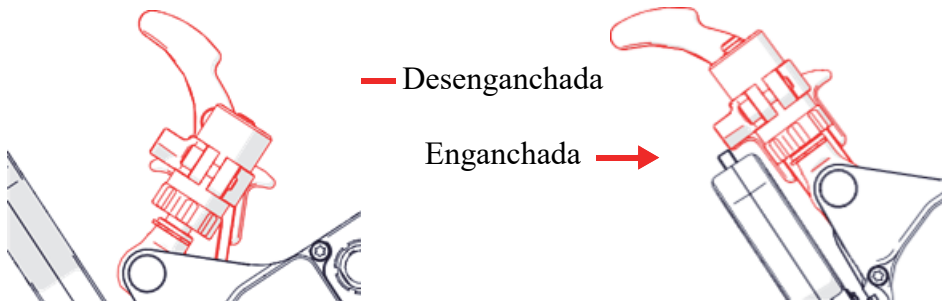

Figura 1-31 Posiciones de la empuñadura de enganche de motor
1. Asegúrese de que la empuñadura de enganche de motor esté desenganchada (ver Figura 1-31 en la página 49).
La tensión de la rueda de conducción puede ajustarse solamente cuando la empuñadura de enganche de motor está desenganchada (ver Figura 1-31 en la página 49).